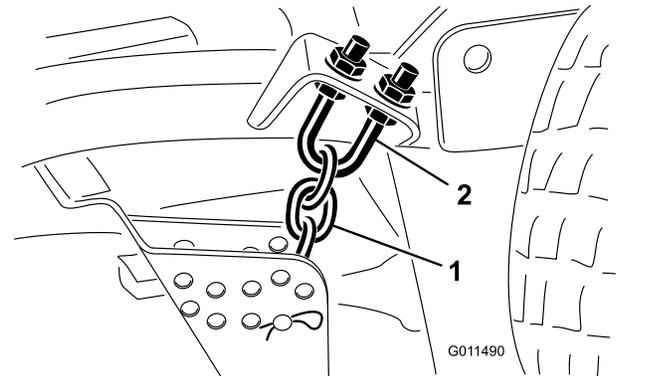

Figura 84
1. Desaperte as porcas de bloqueio na zona superior ou inferior da cavilha em U da correia da altura de corte (Figura 84).